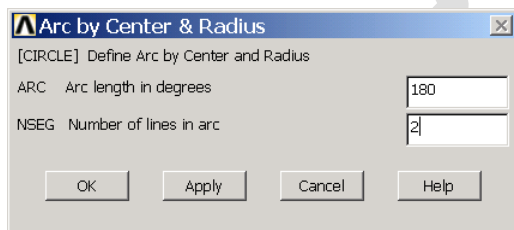
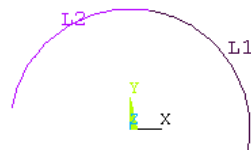

图3.19 生成圆弧线
图3.20 通过圆心和半径生成圆弧线
(1) 单击 **Main Menu> Preprocessor> Modeling> Create> Lines> Arcs> By Cent & Radius** 菜单，弹出图形拾取对话框，用鼠标在图形视窗中选择一关键点做为圆弧的圆心，再在图形视窗中任意选择一点定出圆弧的半径和起始点，然后单击【OK】按钮，将弹出如图 3.19 所示的对话框。
(2) 按图 3.19 所示，在【Arc length in degrees】文本框中输入圆弧的度数【180】，表示半圆；在【Number of lines in arc】文本框中输入【2】，表示将弧段分成两段弧线，分别编号。然后单击【OK】按钮确认，得到如图 3.20 所示的弧线。